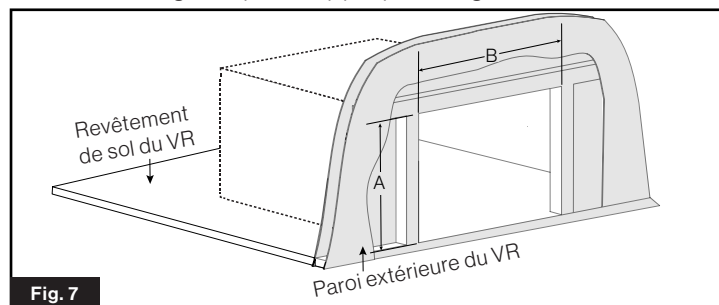

Fig. 7
- Identifiez votre découpe existante et choisissez l'assemblage de porte approprié. (Fig. 7)